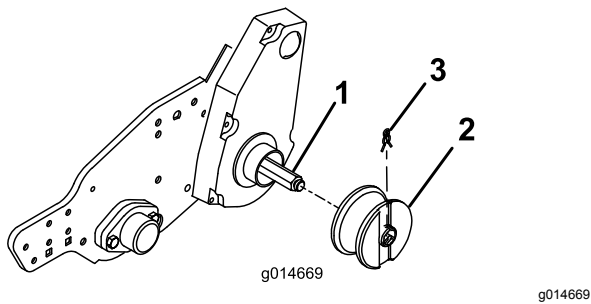

図 10
3. 各ホイールシャフトにホイールを取り付け、ホイールクリップで固定する 図 10。